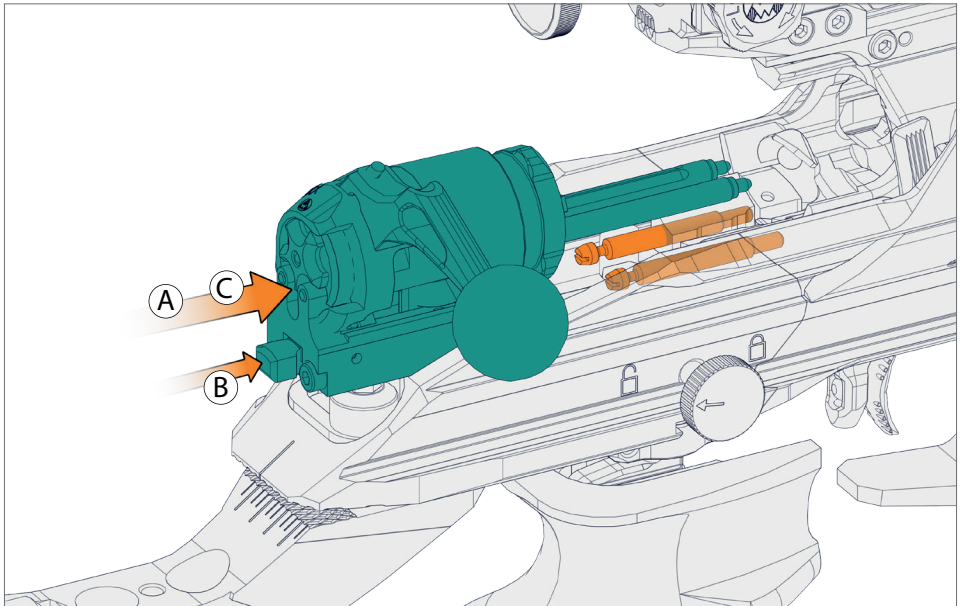

Abb. 18
- Verschluss und Verschlussführung gemeinsam auf die Führungzapfen schieben (Schritt A, siehe Abb.18).
- Schieber drücken und halten (Schritt B siehe Abb.18).
- Verschlussführung einrasten (Schritt C siehe Abb.18).